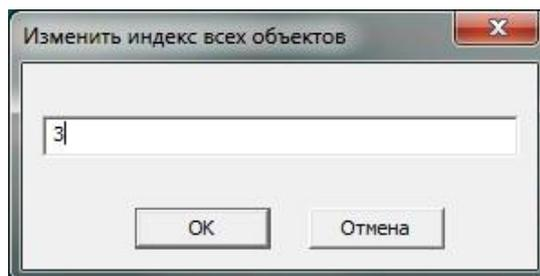

Рисунок 306 – Окно ввода данных для смещения индексов объектов
**Команда «Сместить индекс всех объектов»** смещает индекс всех объектов на схеме на заданное значение (рисунок 306).